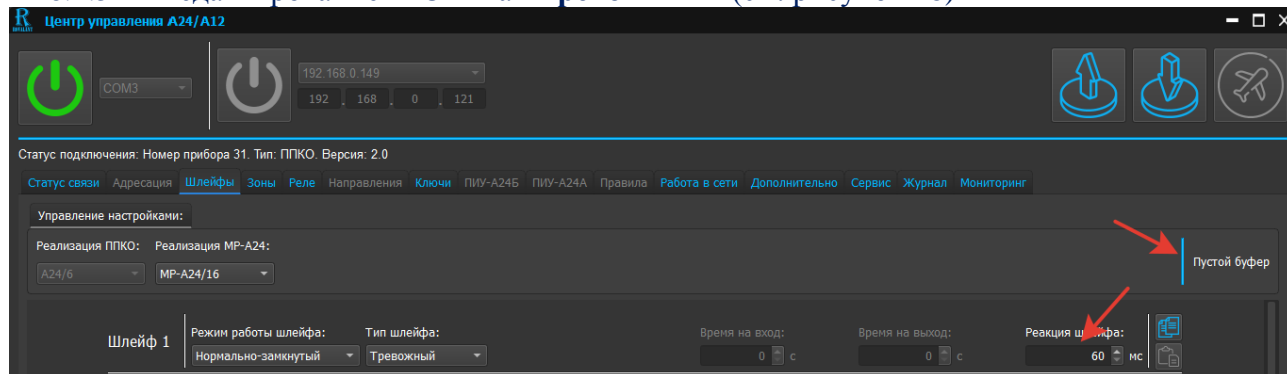

Рис. 28. Скриншот окна редактирования ШС типа «Тревожный»
6.1.5 Редактирование ШС типа «Тревожный» (см. рисунок 28)